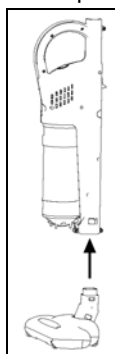

Fig. 2
2. Tenez la brosse motorisée et poussez-la complètement dans la base de l'aspirateur vertical. (Fig. 2)